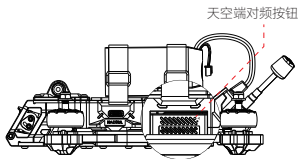

图 1-2
- ①分别给飞行器与飞行眼镜通电。
- ②通电后，按下天空端的对频键 [图 1-2]，天空端对频状态指示灯红灯闪烁。
- ③按下飞行眼镜的对频按键，飞行眼镜响起嘀~ 嘀~ 的提示音。
- ④确保天空端与飞行眼镜距离在 0.5 M 以内。对频成功后，天空端对频状态指示灯绿灯常亮，飞行眼镜提示音停止并显示图传。完成天空端与眼镜的对频。
①开启遥控器电源后再次长按遥控器电源按键，遥控器发出滴滴声且状态指示灯快闪，说明遥控器已进入对频状态；
②按下天空端对频键(图1-2)进入对频状态，对频成功后遥控器状态指示灯停止闪烁并变为绿灯长亮。